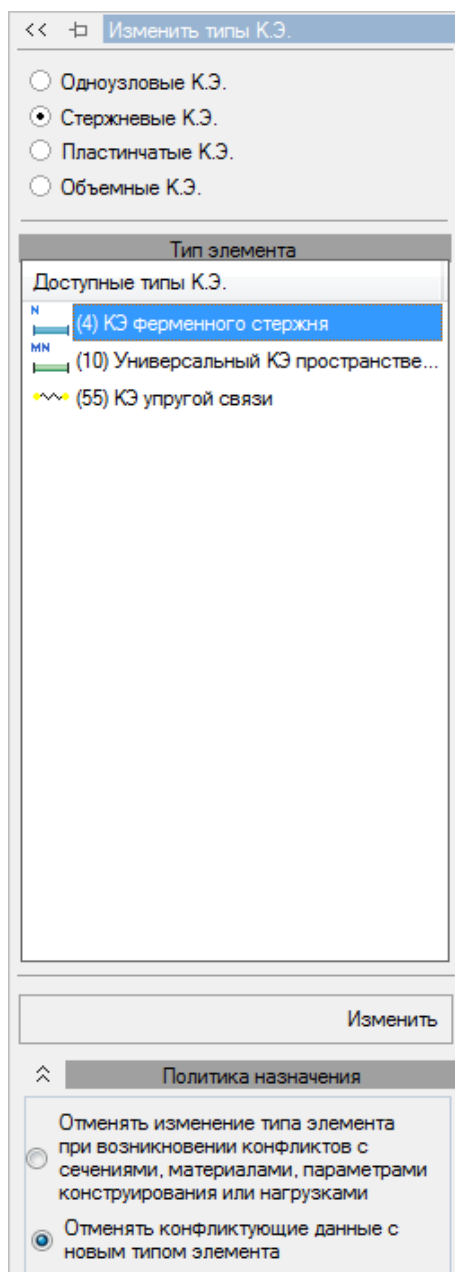

Рис. 145. Панель активного режима Изменить тип К.Э.
- С помощью меню **Схема** → **Изменить тип К.Э.** (кнопка  на панели инструментов) вызовите панель активного режима **Изменить тип К.Э.** (рис. 145).
- В списке **Доступные типы К.Э.** выберите **(4) КЭ ферменного стержня.**